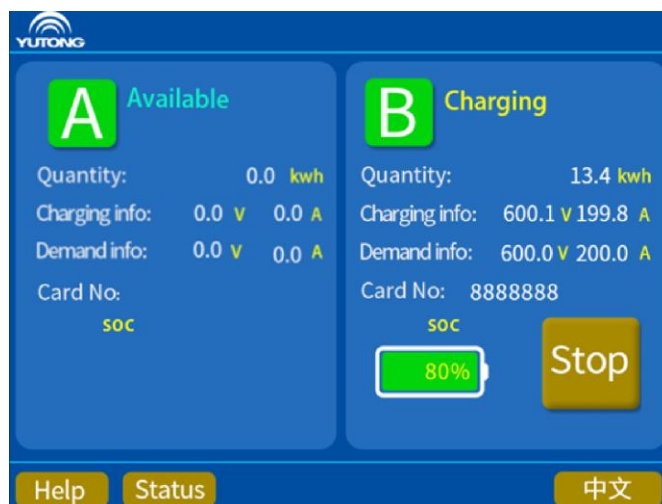

Рис. 10 Интерфейс индикации зарядки
5) После завершения конфигурации параметров зарядки зарядное устройство постоянного тока начинает заряжать электромобиль. В интерфейсе зарядки можно нажать кнопку **Stop** и остановить зарядку, см. рис. 10. Зарядка также может быть автоматически завершена в соответствии с режимом зарядки, выбранным в соответствии с этапом 3).